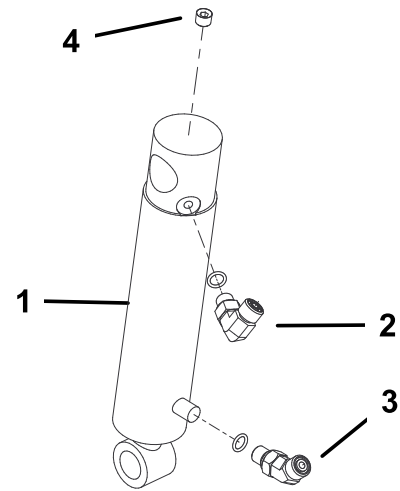

図 11
- 油圧シリンダの上側ポートに90° フィッティングを取り付ける。フィッティングは図 11 のように組み付ける。注： 全部のOリングをきちんと潤滑し、フィッティングの正しい位置にセットしてから取り付けてください。
- 油圧シリンダの下側ポートに45° フィッティングを取り付ける。フィッティングは図 11 のように組み付ける。